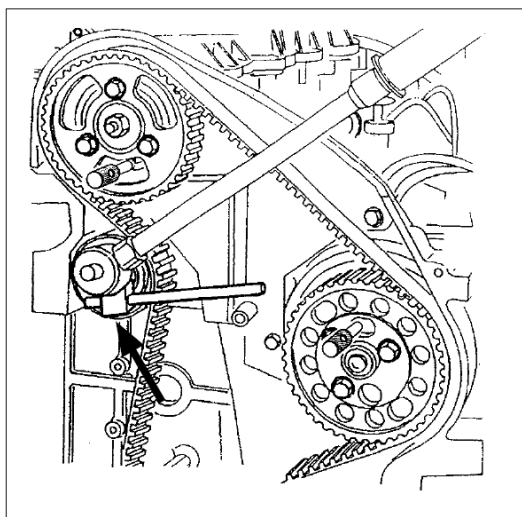

Abb. 2
- Das Werkzeug wird benötigt um die Spannrolle zu verdrehen und um sie während der Befestigung (Zentralschraube 23 Nm) in korrekter Position zu halten (Abb. 2).